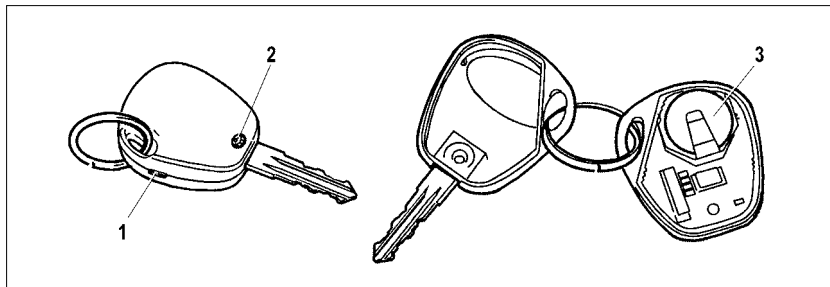

Рис. 51. Замена элемента питания пульта дистанционного управления
– выкрутите винт 2 (рис. 51) со